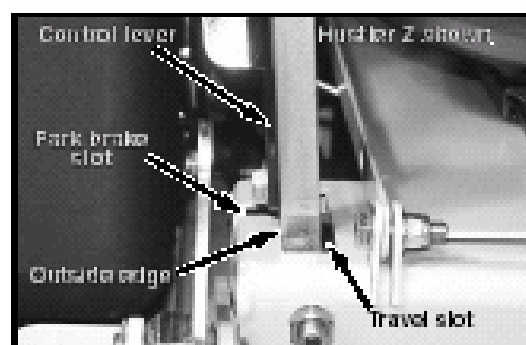

Figure 5-11
5. **Hustler Mini Z.** Déplacez le levier de commande de sorte qu'il touche l'angle extérieur de la fente du levier. Fig. 5-11
**Super Z.** Déplacez le levier de commande de sorte qu'il soit situé juste à l'intérieur (3mm - 1/8") de la fente du frein de stationnement. Fig. 5-11
9. Mettez le levier de commande dans la fente correspondant au frein de stationnement (Fig. 5-11 & 5-12). Le pneu ne doit pas tourner lorsque le levier de commande est en position de frein de stationnement.